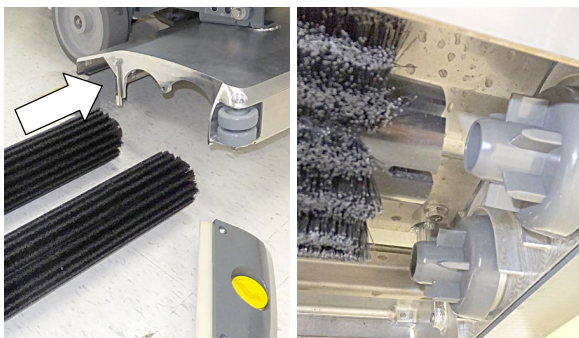

ABB. 24
- Schieben Sie die Bürsten in den Schrubbkopf und stecken Sie die geschlitzten Enden jeder Bürste auf die Antriebsnaben (Abbildung 24).